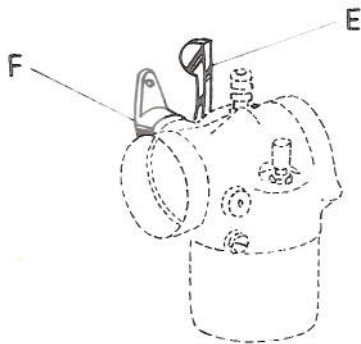

fig.2
- Placer le choke E (fig.2) du carburateur en position "Départ".
- Starterhebel E (fig.2) am Vergaser in Stellung "Start" bringen.